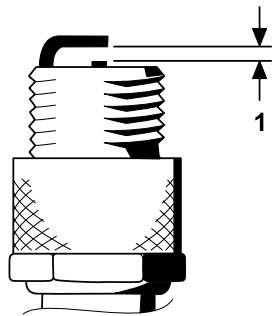

Figura 34
- Réglez l'écartement entre les électrodes centrale et latérale à 0,76 mm, comme montré à la Figura 34.